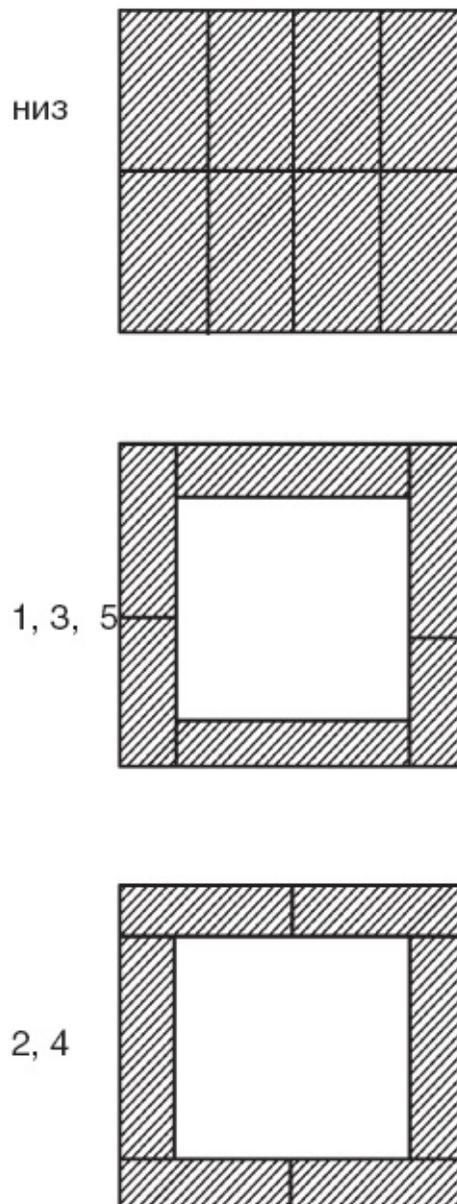

Рис. 66. Порядовка коптильни
6. Коптильня выкладывается по порядовке (рис. 66) так же, как и камин, но основанием в этом случае служит постамент из цементных стеновых блоков. Главное — обеспечить разницу между выходом дымовой трубы из камин и входом ее в коптильню не менее 35–40 см.